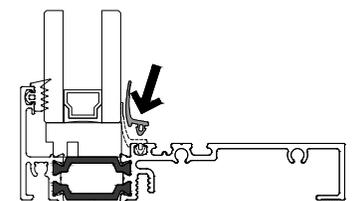

FIG. 5
- b. À partir du seuil, insérer le joint d'étanchéité à l'air en commençant à une extrémité et répéter l'opération tous les 16 pouces. S'assurer que l'autre extrémité du joint est insérée avant de dérouler le reste du joint. **Voir FIG. 5.**